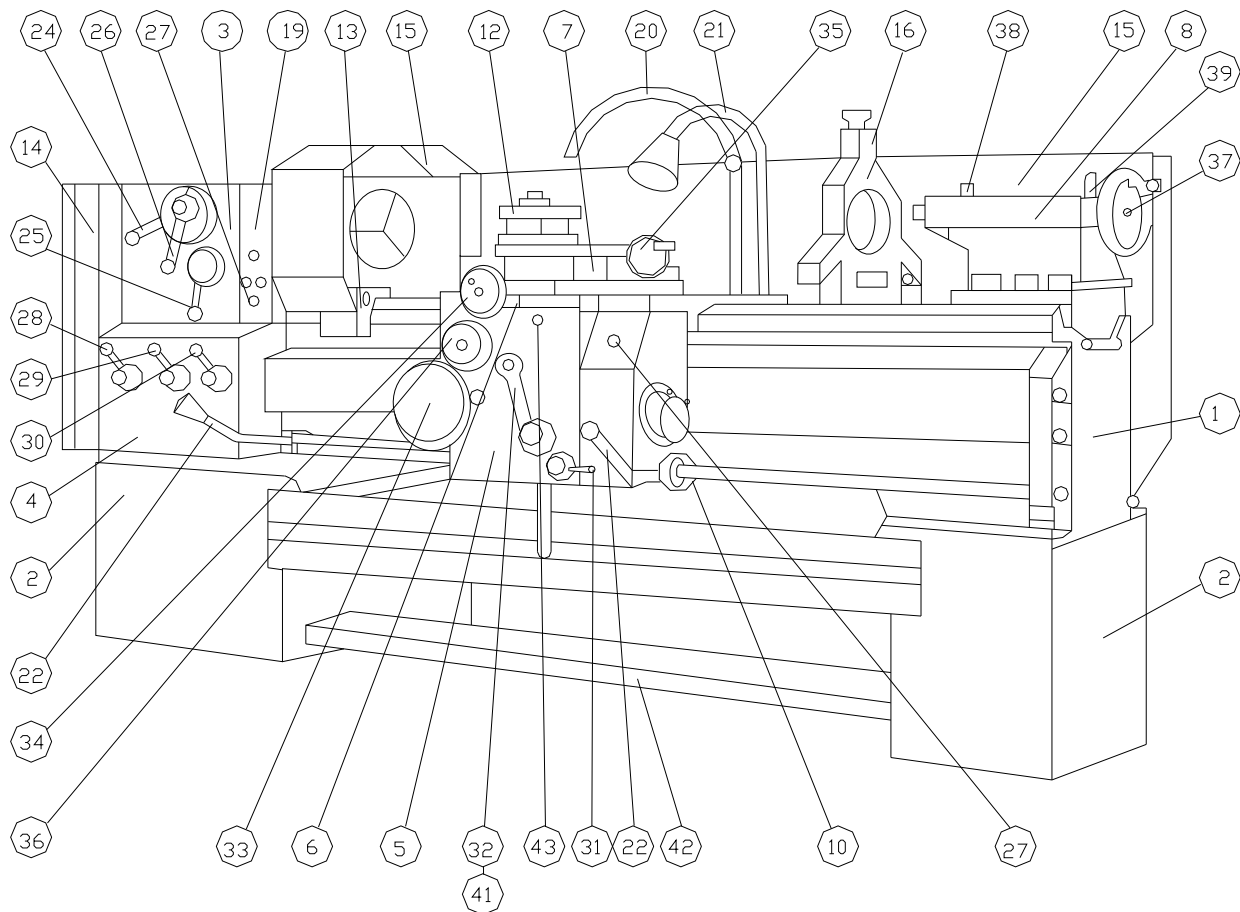
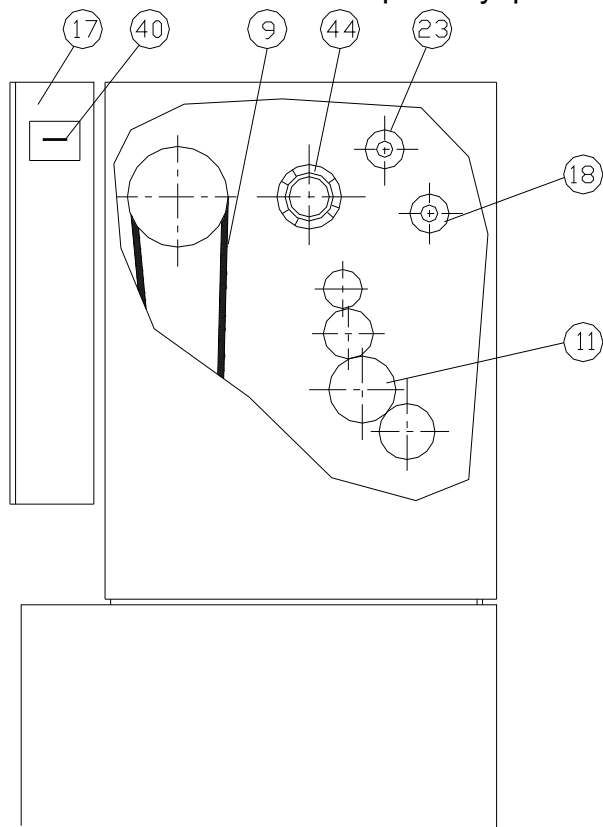

Рис.4-1. Основные части и органы управления
Рис.4-2. Основные части и органы управления
На Рис.4-1 и Рис.4-2 показаны основные части и органы управления станка
Диск, на рис.4-3 и рис.4-5, находящийся на лицевой стороне коробки скоростей и управляемый рукояткой 24 рис.4-1, имеет четыре фиксированных положения. Сектор диска, в котором находятся требуемые обороты, устанавливается левее или правее вертикальной линии в зависимости от того где находится фиксированное положение диска.
Рукояткой 26, рис.4-2, имеющей два фиксированных положения, указатель устанавливается в направлении к соответствующему сектору.
Ступица, рис.4-6, управляемая рукояткой 25, рис.4-1, снабжена тремя цветовыми индикациями (зеленой, красной и синей) рис.4-6. Цвет на фоне требуемой оборотной ступени устанавливается напротив стрелки на табличке.
Запуск и остановка шпинделя для вращения в прямом или обратном направлении производится рукояткой 22 рис.4-1.
- **Механизм для нормального и увеличенного шага, левой и правой резьбы:** он расположен в коробке скоростей поз.3 рис.4.2 и его настройка производится рукоятками – поз.23 и18;
- **Гитара, рис.4-2 поз.11:** ее настройка производится путем перемещения самого нижнего зубчатого блока, согласно рис.4-7; 4-8; 4-9 и 4-10 или табличке, установленной на лицевую часть коробки скоростей;
- **Коробка подач позиция 4 рис.4.1:** ее настройка производится рукоятками 28 и 29 на шаг резьбы или подачу и рукояткой 30 на вид резьбы и подачу;
- **Коробка суппорта:** автоматическое движение подач суппорта осуществляется ведущим валом и суппортным механизмом. Включение и выключение продольной или поперечной подачи суппорта производится рукояткой 32 рис.4-1. Направление, в котором перемещается рукоятка, соответствует направлению движения суппорта.
Движение суппорта при нарезании резьбы осуществляется через ведущий винт и разъемную гайку коробки суппорта. Зацепление разъемной гайки к ведущему винту производится посредством рукоятки 31 рис.4-1.
Управление суппорта при зацепленной гайке производится через рукоятки 22 рис.4-1.
Включение быстрого хода суппорта производится установкой рукоятки 32 рис.4-1 на автоматическую подачу в желаемом направлении движения и нажатием кнопки 41 рис.4-2 для включения электродвигателя. Коробка суппорта оснащена обгонной муфтой, которая обеспечивает включение суппорта на быстрый ход как при выключенном, так и при включенном движении коробкой подач.
- Задайте обороты и оборотный обхват ручками 24, 25 и 26 рис.4-1 и согласно табличке для резьбы;
- Рукояткой 23, рис.4-2 задайте механизму нормальный или увеличенный шаг;
- Рукояткой 18, рис. 4-2 задайте направление (левая или правая резьба);
- Настройте самый нижний зубчатый блок гитары на поз.11 рис.4-2 согласно табличке для резьбы;
- Задайте множительный механизм рукоятки 28, рис.4-1 согласно табличке для резьбы (А;В;С;D) ;
- Задайте избирательный механизм рукояткой 29, рис.4-1 согласно табличке для резьбы (1, 2, 3, 4, 5, 6, 7 и 8);
- Задайте вид резьбы рукояткой 30, рис.4-1;
- Рукояткой 31, рис.4-1 произведите зацепление разъемной гайки к винту;
3. Через ременную шайбу вручную произведите вращение шпинделя таким образом, чтобы цифра 0 с таблички 44, рис.4-2 очутилась напротив указателя;
4. Установите рукоятку 18, рис.4-2 в нейтральном положении;
6. Включите рукоятку 18 рис.4-2;